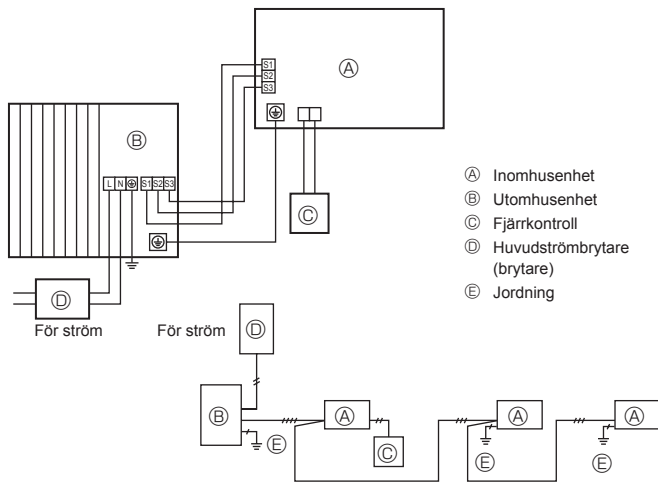

Fig. 6-1
### 6.1. Utomhusenhet (Fig. 6-1, Fig. 6-2)
- ① Ta bort servicepanelen.
- ② Hänvisa till Fig. 6-1 och Fig. 6-2 när kablarna dras.